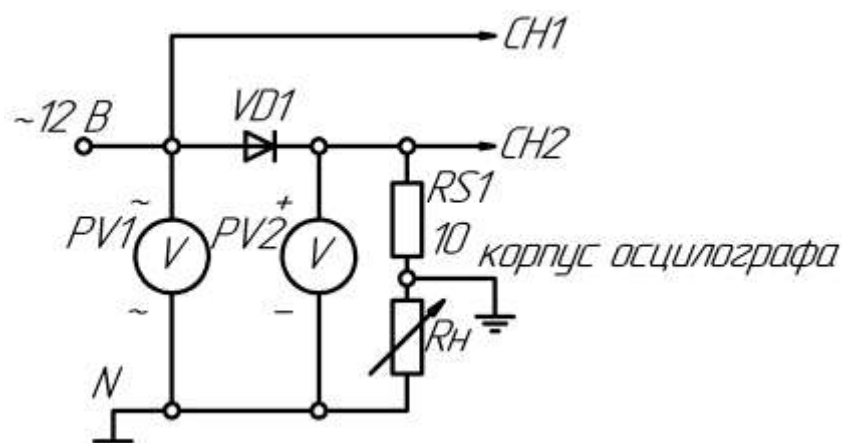

Рис. 29
1) Собрать схему выпрямителя по рис. 29. В качестве вольтметров использовать мультиметры: PV1 в режиме измерения **переменного напряжения**, PV2 в режиме измерения **постоянного напряжения**. Подключить входы осциллографа. Переключатель развертки осциллографа перевести на временную развертку. Установить синхронизацию от сети. На экране осциллографа Вы увидите осциллограммы анодного тока и напряжения на диоде;